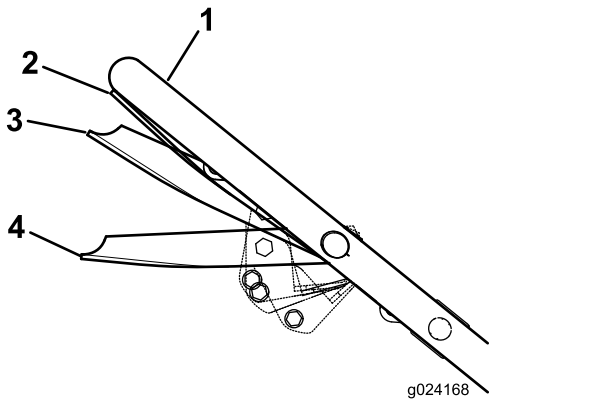

Figure 20
3. Serrez la barre de commande contre le guidon en position Marche/Déplacement (Figure 20).
Important: Ne changez pas de vitesse lorsque vous serrez la barre de commande contre le guidon en position Marche/Déplacement au risque d'endommager la transmission. Placez la barre de commande en position Marche/Changement (Figure 20) pour changer de vitesse de déplacement.